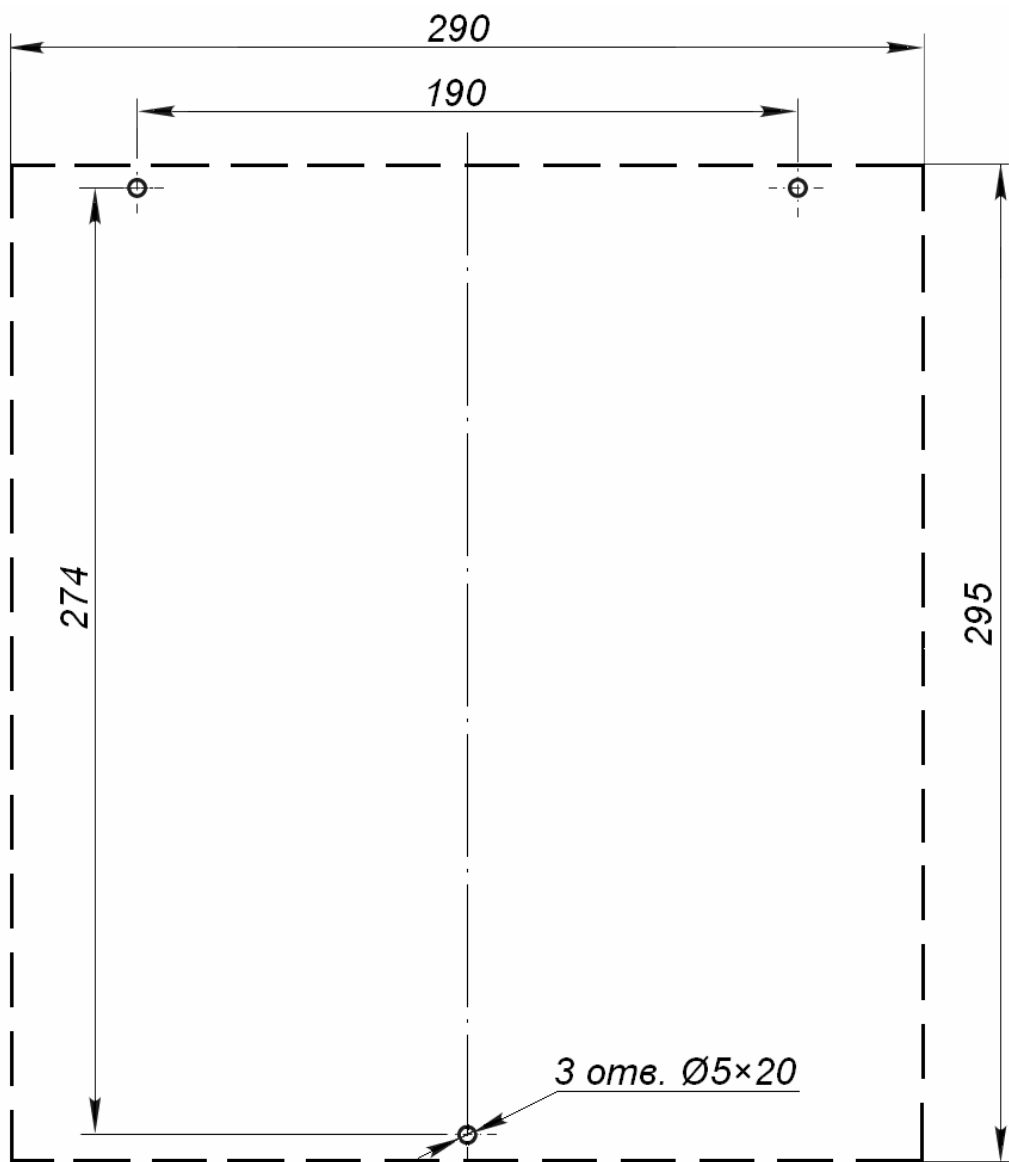

Рисунок 6 Разметка отверстий для крепления блока управления на стене
5. Извлеките из коробки створку (3). Установите ее на поворотную стойку (1) в патрубки (14). Через отверстия в патрубках (14) затяните установочные винты крепления створки ключом шестигранным S5. Убедитесь, что створка (3) надежно закреплена.
6. Установите на створку (3) заполнение (4) и зафиксируйте его с помощью держателей (15). Сборка калитки завершена.
7. Проверьте свободный поворот створки калитки. Для этого разблокируйте ключом (7) замок механической разблокировки (6) (см. п. 5.4). Створка калитки должна поворачиваться рукой в обе стороны легко и равномерно. После проверки установите створку в исходное положение и заблокируйте вращение калитки ключом.
8. Выполните разметку отверстий для крепления блока управления (8) на стене согласно рис. 6. Просверлите отверстия и установите в них пластмассовые дюбели из комплекта монтажных частей. Ввернув два верхних шурупа,